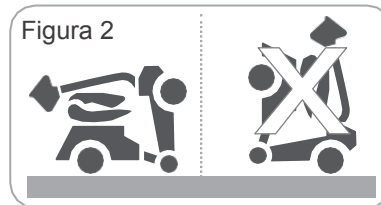

Figura 2
- Durante l'apertura o la chiusura, è necessario posizionare e disporre lo scooter su un terreno pianeggiante (Figura 2).